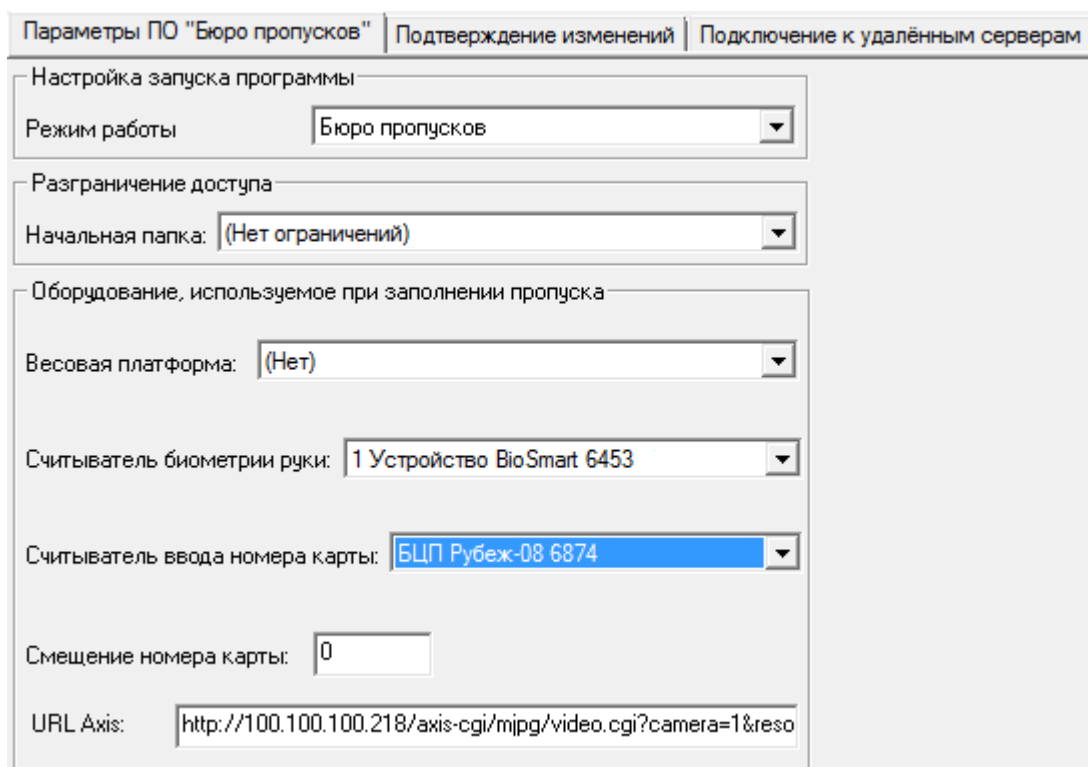

Рисунок 34 — Частные свойства элемента **Программа оформления пропусков**
1. В программе «Администратор системы» в Дереве элементов необходимо выбрать элемент **Программа оформления пропусков** и открыть Частные свойства элемента. На вкладке **Параметры ПО «Бюро пропусков»** в поле **Считыватель ввода номера карты** необходимо выбрать панель БЦП Рубеж-08 в выпадающем списке (рисунок 34). Сохранить изменения.